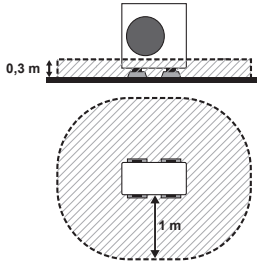

Fig. 3-2
(1) Cuando se instala en un lugar con un espacio abierto (Fig. 3-2)